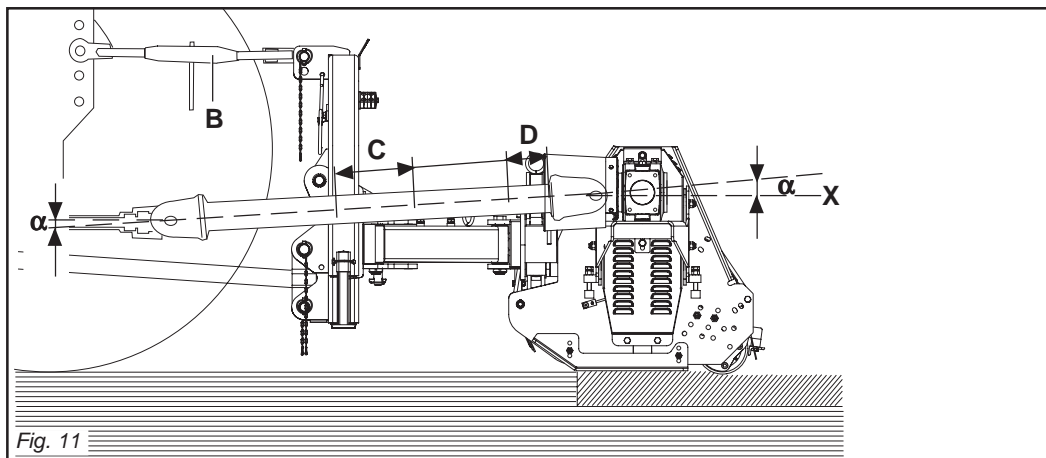
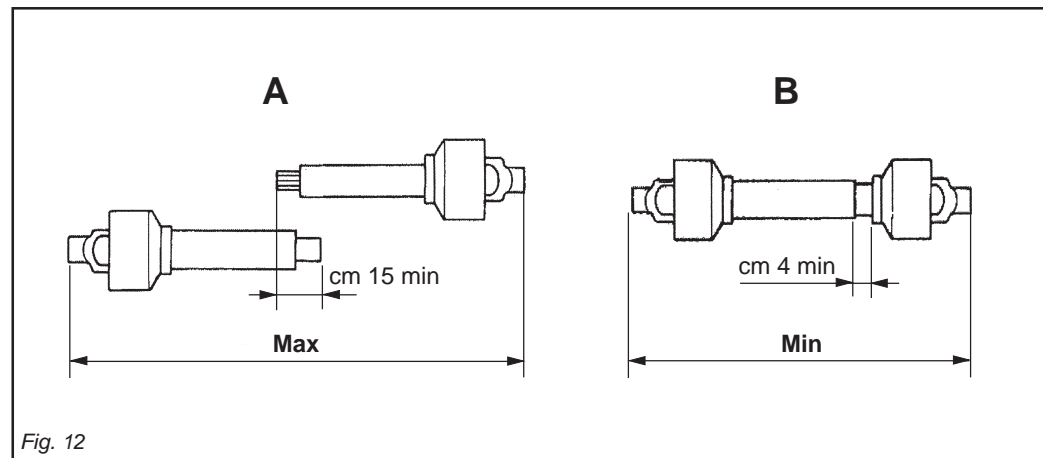

Fig. 11
Fig. 12
Pour obtenir cette condition augmenter ou diminuer la longueur de la barre supérieure de l'attelage (B Fig. 11) de manière à ce que l'axe (X Fig. 11) de la bague cannelé de la boîte soit parallèle au sol.
Um dies zu erhalten, die Länge der oberen Kupplungsstange (B Abb. 11) erhöhen oder verringern, bis die Achse (X Abb. 11) der Keilmutter des Gehäuses parallel zum Boden steht.
Para ello aumentar o disminuir la longitud de la barra superior del enganche (B Fig. 11) en modo de llevar el eje (X Fig. 11) de la tuerca ranurada de la caja paralela al terreno.
- I due angoli (α Fig. 11) formati dalle assi delle forcelle e l'asse dei tubi scorrevoli saranno uguali e non dovranno superare i 10°.
- La copertura (C Fig. 11) dei tubi scorrevoli deve essere di 15 cm minimo (Fig. 12).
- I due tubi dell'albero di trasmissione a cardano non si devono ricoprire completamente, una corsa di sicurezza (D Fig. 11) di 4 cm minimo deve sussistere.
- Gli angoli (α Fig. 11) dei cardani non devono essere superiori a 40° (Fig. 11).
- The two angles (α Fig. 11) formed by the fork axes and the axis of the sliding tubes will be equal and must not exceed 10°.
- The sliding tubes (C Fig. 11) must overlap by at least 15 cm (Fig. 12).
- The two tubes of the driveline shaft must not fully overlap. There must always be a safety travel (D Fig. 11) of at least 4 cm.
- The angles (α Fig. 11) of the drivelines must not exceed 40° (Fig. 11).
- Les deux angles (α Fig. 11) formés par les axes des fourches et l'axe des tubes coulissants doivent être identiques et ne doivent pas dépasser 10°.
- La couverture (C Fig. 11) des tubes coulissants doit être au minimum de 15 mm (Fig. 12).
- Les deux tubes de l'arbre de transmission à cardans ne doivent pas se recouvrir complètement, il doit rester une course de sécurité (D Fig. 11) de 4 cm au minimum.
- Les angles (α Fig. 11) des cardans ne doivent pas être supérieurs à 40° (Fig. 11).
- Die beiden Winkel (α Abb. 11), die aus den Achsen der Gabeln und der Achse der Gleitrohre bestehen, müssen gleich groß sein und dürfen auf keinen Fall größer als 10° sein.
- Die Überdeckung (C Abb. 11) der Gleitrohre muss mindestens 15 cm ausmachen (Abb. 12).
- Die beiden Rohre der Gelenkwelle dürfen sich nicht ganz überdecken. Es muss noch einen Sicherheitshub (D Abb. 11) von mindestens 4 cm geben.
- Die Winkel (α Abb. 11) der Gelenkwellen dürfen nicht größer als 40° sein (Abb. 11).
- Los dos ángulos (α Fig. 11) formados por los ejes de las horquillas y el eje de los tubos corredizos serán iguales y deberán superar los 10°.
- La cobertura (C Fig. 11) de los tubos corredizos debe ser como mínimo de 15 cm (Fig. 12).
- Los dos tubos del árbol de transmisión de cardán no se deben cubrir completamente, debe quedar una carrera de seguridad (D Fig. 11) de 4 cm como mínimo.
- Los ángulos (α Fig. 11) de los cardanes no deben ser superiores a 40° (Fig. 11).
Quando esso è inserito al massimo, il gioco minimo consentito deve essere di 4 cm (Fig. 12).
When fully inserted, the minimum play must be 4 cm. (Fig. 12).
Quand il est entièrement rentré, le jeu minimum admissible doit être de 4 cm. (Fig. 12).
Wenn die beiden Teile ganz zusammengeschoben sind, muß das kleinstmögliche Spiel 4 cm ausmachen. (Abb. 12).
Cuando está insertado al máximo, el juego mínimo permitido debe ser de 4 cm. (Fig. 12).